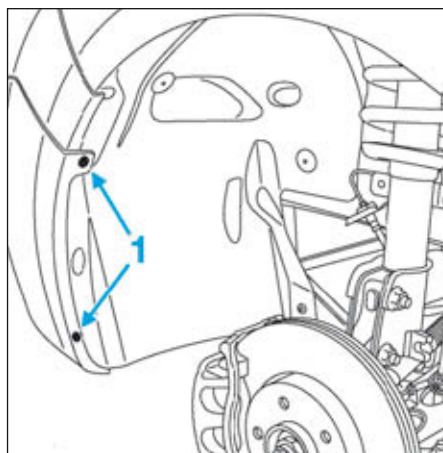

FIG.119
- les vis (1) de l'écran de passage de roue (Fig.119),